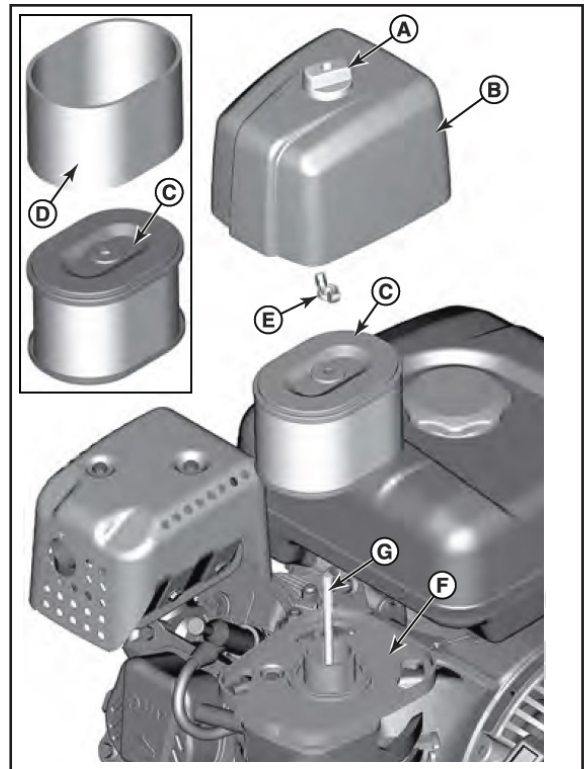

FIGURE 19
- Retirez le couvercle B comme indiqué sur la figure 19.
- Pour éviter que des débris ne tombent dans le carburateur, retirez soigneusement le pré-nettoyant D et le filtre C de la base du filtre à air F. Voir figure 19.
- Tapez doucement le filtre C sur une surface dure pour déloger les débris. Si le filtre est excessivement sale, remplacez-le par un nouveau filtre. Voir la figure 19.
- Retirez le pré-nettoyant D du filtre C. Voir figure 19.
- Installez le filtre C et le pré-nettoyant D sur la base du filtre à air F et sur le goujon G. Assurez-vous que le filtre est correctement assemblé à la base du filtre à air et fixez-le avec la fixation E. Voir la figure 19.
- Installez le couvercle B et fixez-le avec la fixation A. Assurez-vous que la fixation est bien serrée. Voir la figure 19.